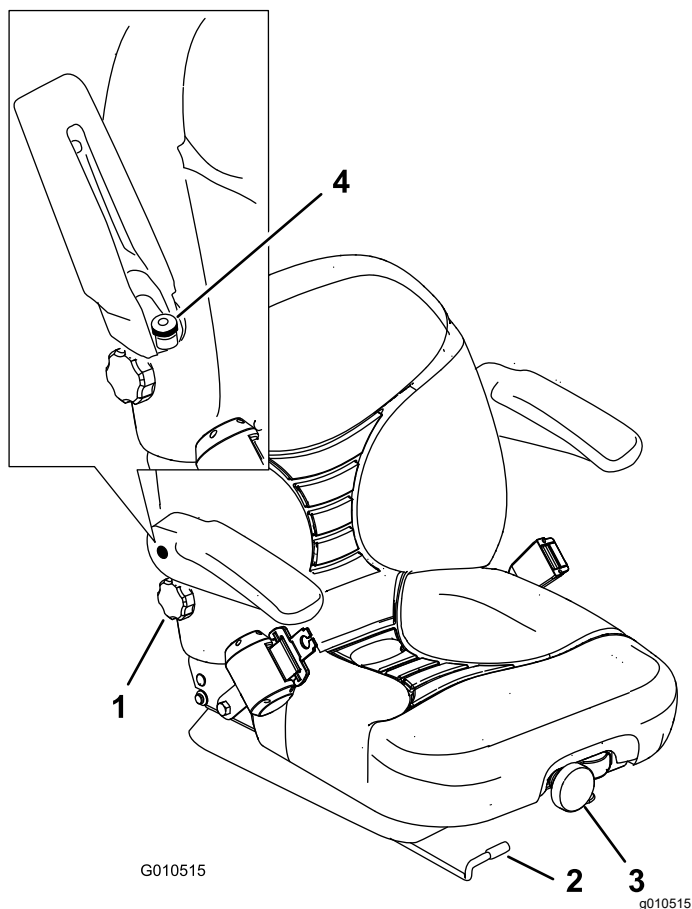

Рисунок 34
Для его регулировки поверните переднюю ручку в любом направлении для достижения максимального комфорта (Рисунок 34).
При регулировке поворачивайте ручку под правым подлокотником в соответствующем направлении для достижения максимального комфорта (Рисунок 34).
Поднимите подлокотник и поверните ручку в любом направлении для достижения максимального комфорта (Рисунок 34).
1. Переместите рычаг в сторону, чтобы разблокировать сиденье (Рисунок 34).